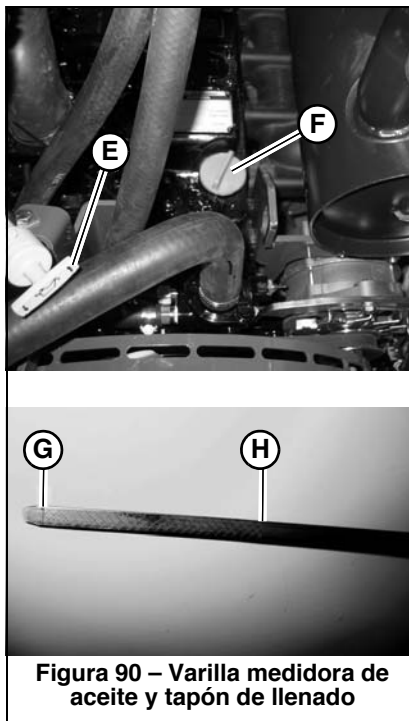

Figura 90 – Varilla medidora de aceite y tapón de llenado
5. Gire la varilla medidora de aceite del motor (E, Figura 90) hacia la izquierda hasta extraerla. Quite la varilla medidora del motor.
7. Vuelva a extraer la varilla medidora. El nivel de aceite debe estar entre las marcas «Add» (añadir) (G) y «Full» (lleno) (H).
- a. Limpie el área que hay alrededor de la tapa de llenado de aceite (F) con un paño limpio.
- b. Retire la tapa de llenado (F).
- d. Vuelva a colocar la tapa de llenado y apriétela (F).
10. Limpie el área que hay alrededor de la tapa de llenado de aceite (E, Figura 90). Retire la tapa de llenado de aceite (E) y añada el tipo y cantidad recomendados de aceite. Consulte «Lubricantes/capacidad de fluidos» en la página 197. Vuelva a colocar la tapa de llenado de aceite (E), y apriétela después de añadir el aceite.
12. Compruebe el nivel de aceite. Añada aceite según sea necesario hasta que el nivel de aceite llegue a la marca «Full» (lleno) (H, Figura 90) en la varilla medidora.